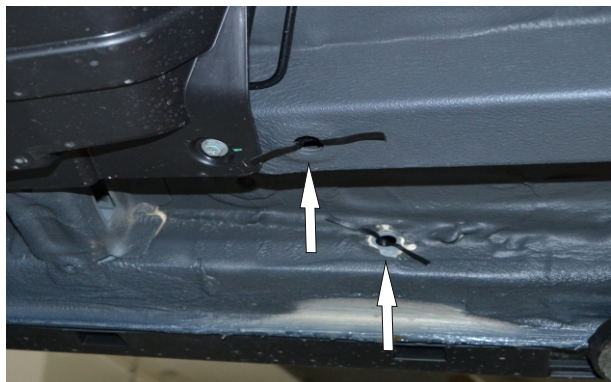

Рис. 1
2. Установить гайки закладные M8 в отверстия в передней части днища автомобиля (рис.1).